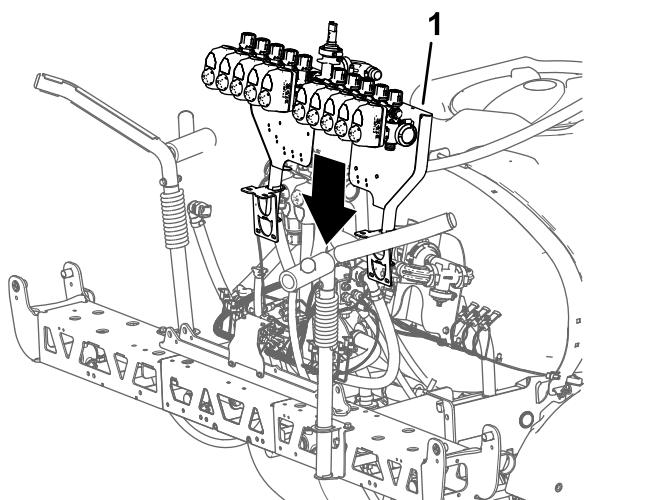

Рисунок 107
1. Используя подъемное оборудование с указанной грузоподъемностью, поднимите опору крепления клапанов и клапаны в сборе опрыскивателя и выровняйте их над средней секцией опрыскивателя (Рисунок 107).